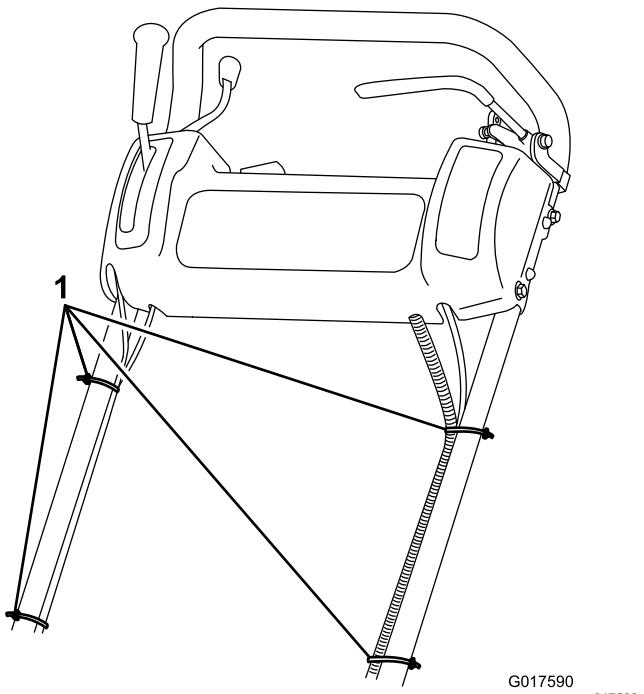

Figura 5
7. Sujete los cables y el arnés de cables al manillar con bridales (Figura 5).